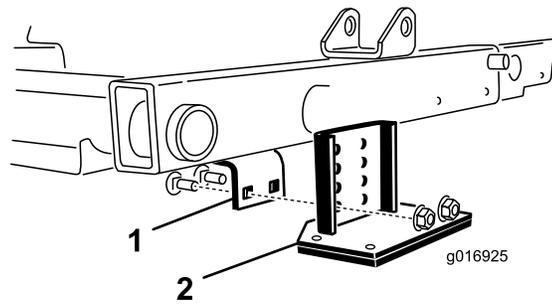

**Figura 39**
1. Limpe o autocolante de inclinação no indicador de inclinação com álcool, e deixe secar (Figura 39).
2. Retire a parte de trás e aplique o autocolante de perigo de inclinação da CE no autocolante de inclinação do indicador de inclinação (Figura 39).